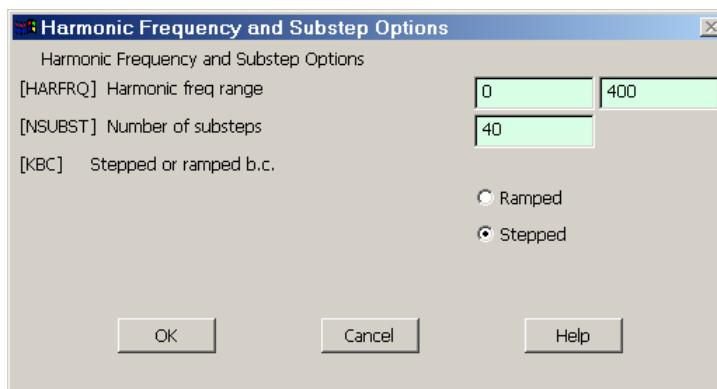

Figura 6. Opciones para el análisis armónico.
A continuación establecemos las opciones del análisis armónico en Solution, Load Step Opts, Time/Frequenc, Freq and Substps. Aparece la ventana de la figura 6 donde indicamos el rango de frecuencia de 0 a 400 Hz y el número de subpasos en los que se harán los cálculos dentro de ese rango (40), así como la forma en que se aplica la carga (Stepped, es decir, mediante una función escalón).